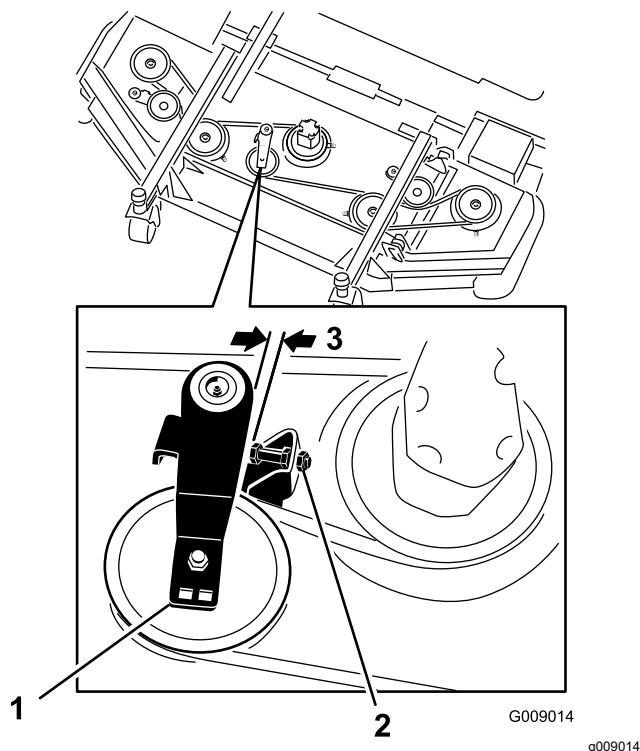

Figure 124
3. Sur le tablier central avant, desserrez les écrous de blocage sur la vis d'arrêt de la poulie de tension et vissez la vis d'arrêt dans le support (Figure 124).
4. À l'aide d'une clé à cliquet ou d'un outil similaire, éloignez chaque poulie de tension de tablier latéral de la courroie d'entraînement pour détendre cette dernière et pouvoir la déchausser de la poulie (Figure 124).